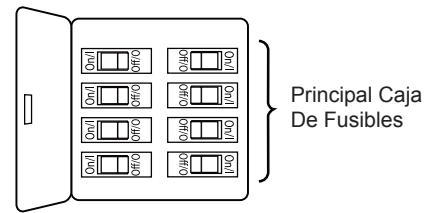

Figura 1
1. Instalación de la placa de la pared: (Figura 1)
Para evitar una posible descarga eléctrica, asegúrese de cortar la alimentación eléctrica de la caja de fusibles principal antes de cuando limpie su ventilador de techo. (Figura 1)